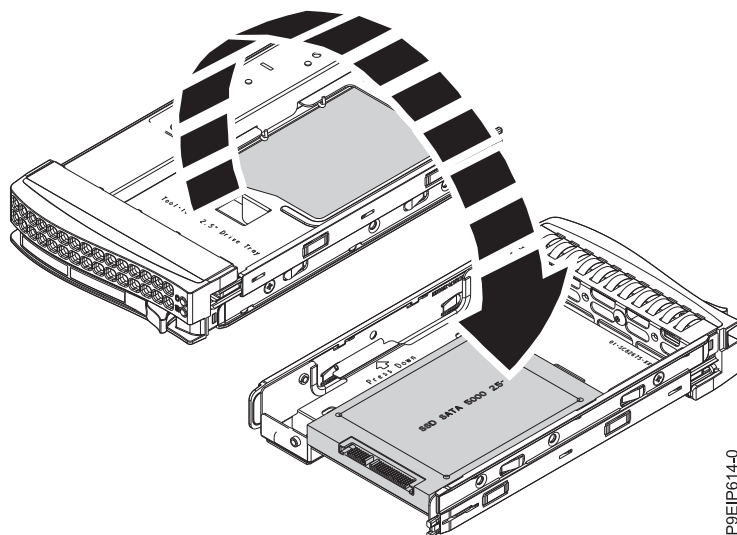

図 13. 2.5 型トレイを裏返しにする
- a. トレイを裏返して、上面を下に向けます (17 ページの図 13 を参照)。